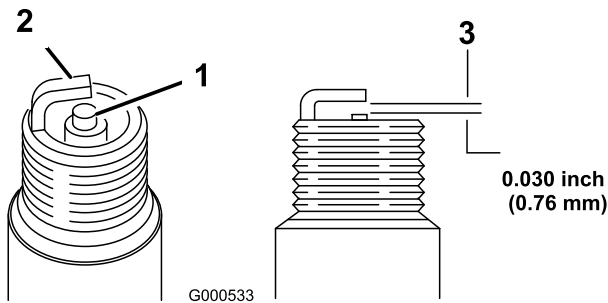

Bild 17
5. Stellen Sie den Elektrodenabstand auf 0,76 mm ein, wie in Bild 17 abgebildet.